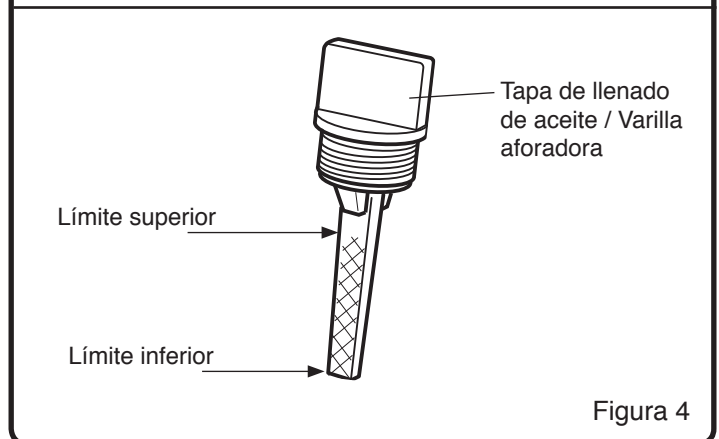

Figura 4
4. Al tenerse un nivel lleno de aceite, el aceite alcanzará el límite superior en la varilla aforadora. Si el nivel de aceite está cerca del límite inferior o por debajo de éste, se ha de agregar aceite. (Véase la figura 4)